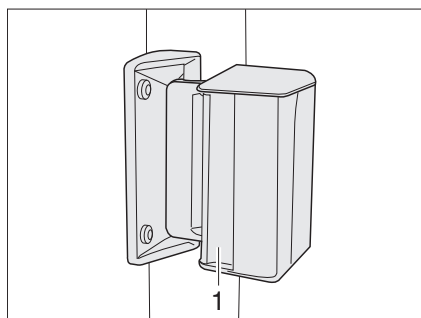

Fig. 48 Fenêtre coulissante
- Appuyer sur la poignée (Fig. 48,1) et la pousser ou tirer simultanément vers l'avant ou l'arrière.